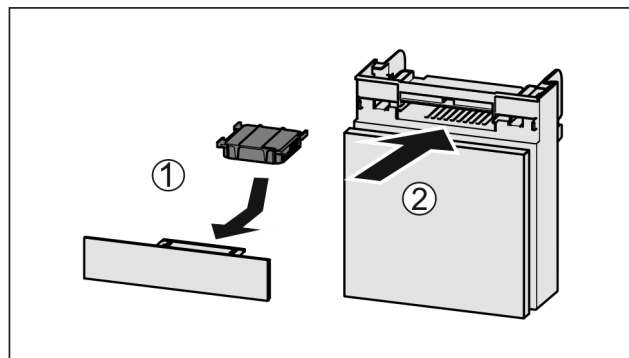

Fig. 56
- Поставете Fig. 56 (1) филтъра с активен въглен, както е показано на фигурата.
- Вкарайте Fig. 56 (2) отделението.